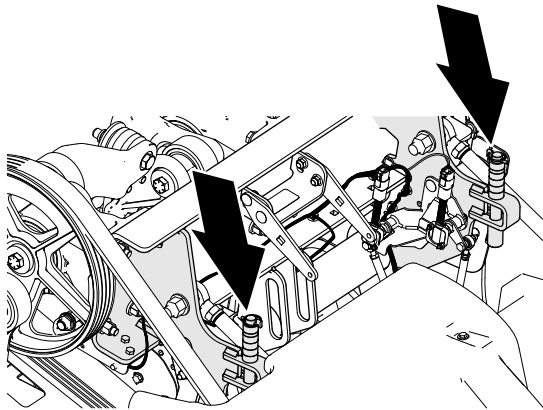
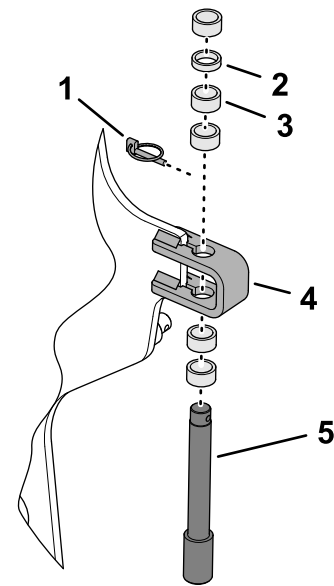

Bild 111
Bild 112
3. Entfernen Sie den Klappstecker, mit dem der Tiefenanschlagstift und die Distanzstücke an der Anschlaghalterung befestigt sind (Bild 111 und Bild 112).